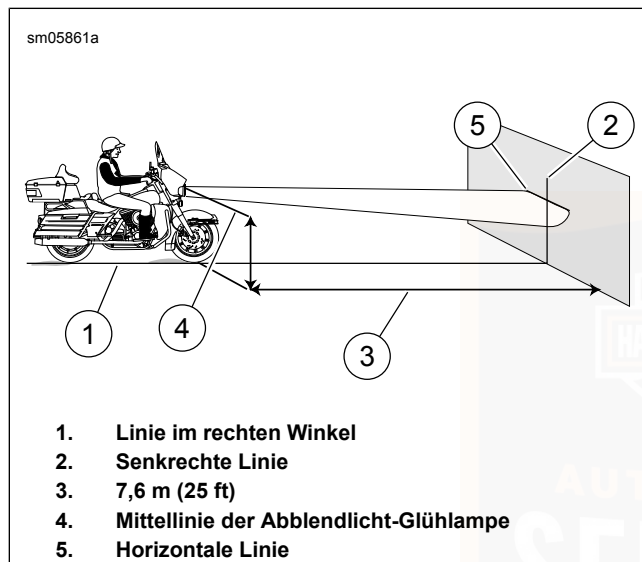

Abbildung 90. Scheinwerferausrichtung: LED (typisch)
- b. **LED, gabelmontierte Verkleidung:** Siehe Abbildung 90. Bei der gemessenen Entfernung.
- b. **LED, gabelmontierte Verkleidung:** Siehe Abbildung 90 . Mit dem Scheinwerfer auf **Ablendlicht** geschaltet liegt der obere Rand des Brennpunkts des Leuchtmittels auf der Markierung.